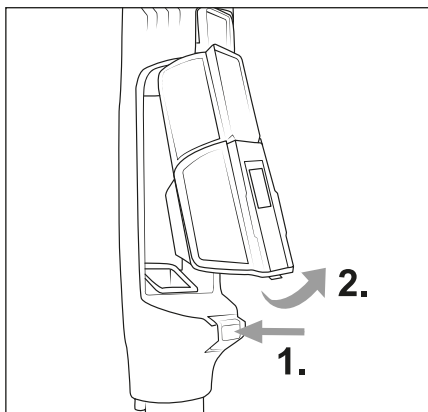

Fig. 14
- 1) Para remover o reservatório de pó **7** e o recipiente do filtro HEPA **5** do aparelho, pressione o botão de desbloqueio do reservatório de pó **25**. Retire primeiro o reservatório de pó **7** e, em seguida, o recipiente do filtro HEPA **5** do aparelho (ver fig. 14).